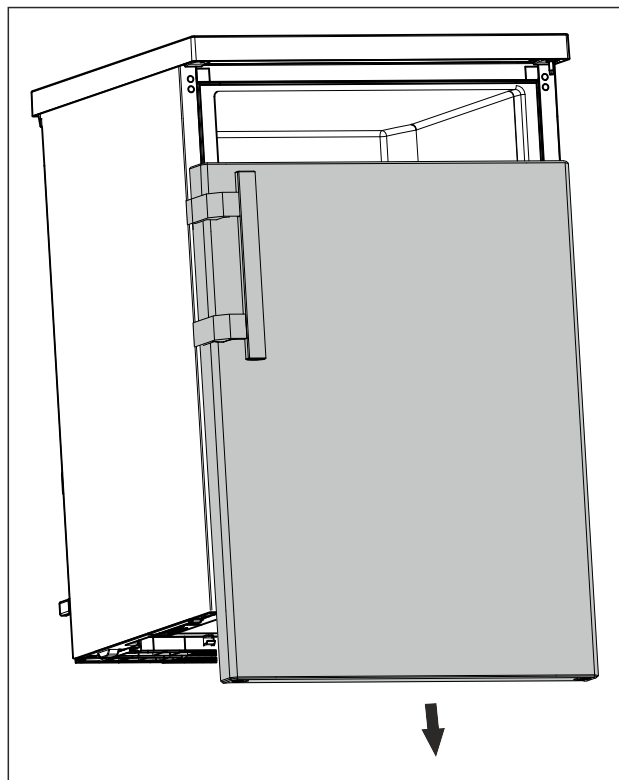

Fig. 15
- Sejměte dvířka směrem dolů. (viz Fig. 15)